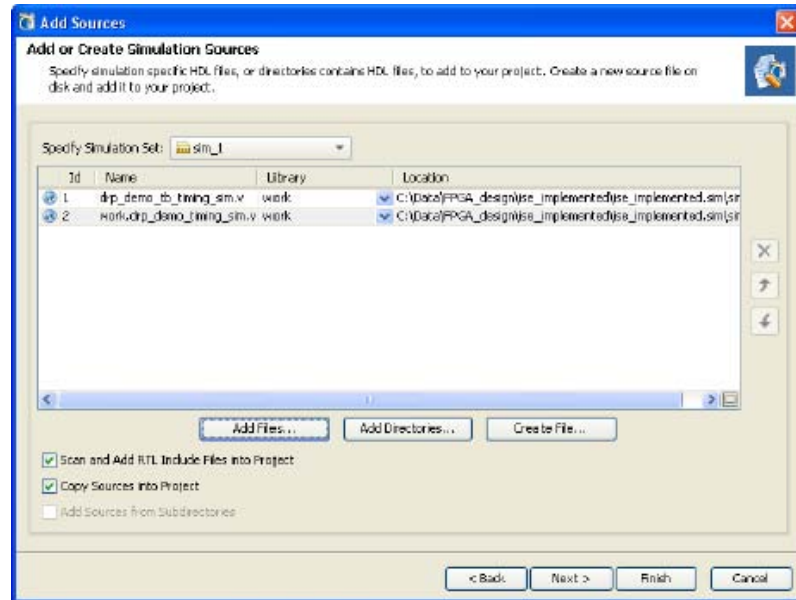

図 3-23 : Add Sources ウィザード : [Add or Create Simulation Sources] ページ
2. [Add or Create Simulation Sources] をオンにし、[Next] をクリックします。64 ページの図 3-23 に示す [Add or Create Simulation Sources] ページが表示されます。